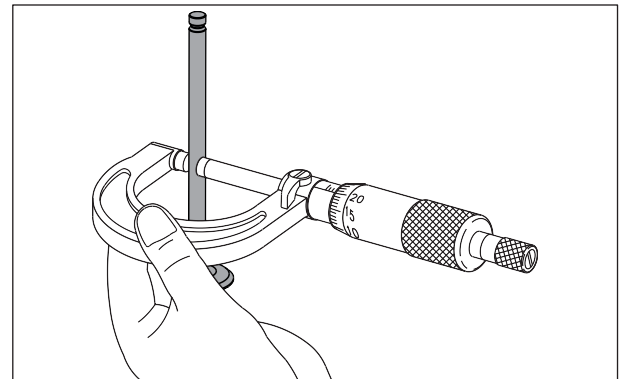

Fig. 3.61
- Mida el diámetro exterior del vástago de las válvulas en el área de operación. (Fig. 3.61)